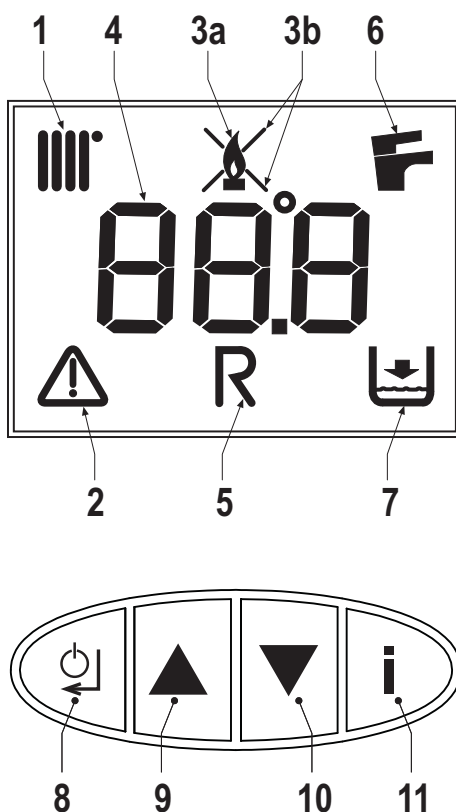

fig. 1 - Panoul de comandă
Cererea de încălzire (generată de Contactul de cerere, Termostatul de cameră sau Cronocomanda la distanță) este indicată de activarea simbolului caloriferului (det. 1 - fig. 1).
Pe afișajul multifuncțional (det. 4 - fig. 1) apare temperatura de la senzorul de încălzire, iar în intervalul de așteptare pentru încălzire apare mesajul “d2”.
Cererea de apă caldă menajeră (generată de deschiderea robinetului de apă caldă) este indicată de activarea simbolului robinetului (det. 6 - fig. 1).
Pe afișajul multifuncțional (det. 4 - fig. 1) apare temperatura de la senzorul pentru apa caldă menajeră, iar în intervalul de așteptare pentru apa caldă apare mesajul “d1”.
Apăsați pe tasta Pornit/Oprit (det. 8 - fig. 1) timp de 5 secunde.
Când dispozitivul este oprit, cartela electronică mai este încă alimentată cu energie electrică. Este dezactivată funcționarea circuitului de apă caldă menajeră și a circuitului de încălzire. Rămâne activ sistemul antiîngheț. Pentru a porni din nou dispozitivul, apăsați din nou pe tasta Pornit/Oprit (det. 8 - fig. 1) timp de 5 secunde.
Pentru a avea acces la meniul cu setările utilizatorului, trebuie să apăsați pe tasta Info (det. 11 - fig. 1).
Apăsați pe tasta Info (det. 11 - fig. 1) până când este afișat parametrul **u01** din meniul cu setările utilizatorului.
Apăsați pe tasta Enter (det. 8 - fig. 1): este afișată valoarea curentă a parametrului **u01**.
Cu ajutorul tastelor (det. 9 și 10 - fig. 1), modificați temperatura de la un minim de 30°C la un maxim de 85°C.
Apăsați pe tasta Enter (det. 8 - fig. 1) pentru a confirma setarea.
După aceea apăsați pe tasta Info (det. 11 - fig. 1) până când ieșiți din meniu.
Apăsați pe tasta Info (det. 11 - fig. 1) până când este afișat parametrul **u02** din meniul cu setările utilizatorului.
Apăsați pe tasta Enter (det. 8 - fig. 1): este afișată valoarea curentă a parametrului **u02**.
Cu ajutorul tastelor (det. 9 și 10 - fig. 1), modificați temperatura de la un minim de 10°C la un maxim de 65°C.
Apăsați pe tasta Info (det. 11 - fig. 1) până când este afișat parametrul **u03** din meniul cu setările utilizatorului.
Apăsați pe tasta Enter (det. 8 - fig. 1): este afișată valoarea curentă a parametrului **u03**.
Cu ajutorul tastelor (det. 9 și 10 - fig. 1) setați modul Vară (0) sau modul Iarnă (1).
Apăsați pe tasta Info (det. 11 - fig. 1) până când este afișat parametrul **u04** din meniul cu setările utilizatorului.
Apăsați pe tasta Enter (det. 8 - fig. 1): este afișată valoarea curentă a parametrului **u04**.
Cu ajutorul tastelor (det. 9 și 10 - fig. 1) setați modul Economy (0) sau Comfort (1).
După aceea apăsați pe tasta Info (det. 11 - fig. 1) pentru a ieși din meniu.
Apăsați pe tasta Info (det. 11 - fig. 1) până când este afișat parametrul **u05** din meniul cu setările utilizatorului.
Apăsați pe tasta Enter (det. 8 - fig. 1): este afișată treapta curentă din puterea maximă.
Cu ajutorul tastelor (det. 9 și 10 - fig. 1) pentru a modifica puterea maximă: de la 1 (Treapta minimă) la 5 (Treapta maximă).
Apăsați pe tasta Info (det. 11 - fig. 1) până când este afișat parametrul **u06** din meniul cu setările utilizatorului.
Apăsați pe tasta Enter (det. 8 - fig. 1): este afișată valoarea curentă a parametrului **u06**.
Cu ajutorul tastelor (det. 9 și 10 - fig. 1) modificați modul de funcționare:
Apăsați pe tasta Info (det. 11 - fig. 1) până când este afișată informația **u07** din meniul cu setările utilizatorului.